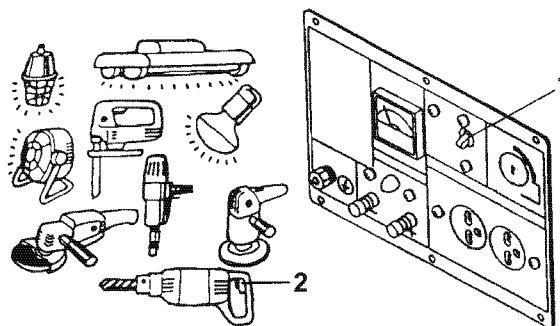

Рис. 66
1. Выключите рубильник (**Рис. 66, (1)**) дизельного генератора. Если подключена нагрузка, выключите (**Рис. 66, (2)**) все подключенные устройства.
1. Выключите переключатели (**Рис. 66, (2)**) подключенных устройств и рубильник (**Рис. 66, (1)**) дизельного генератора.